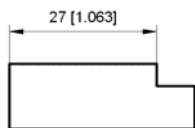

图 8.2.15 使用换算单位
在 **换算单位** 选项卡中选中 **显示换算单位 (D)** 复选框后, 系统将在主单位旁边的方括号“[]”中显示换算单位, 如图 8.2.15 所示。用户可以在 **换算单位** 选项组中设置换算单位的 **单位格式 (U)**:、**精度 (E)**:、**换算单位倍数 (M)**:、**舍入精度 (R)**:、**前缀 (P)**: 及 **后缀 (S)**: 项目, 其设置方法和含义与主单位基本相同。